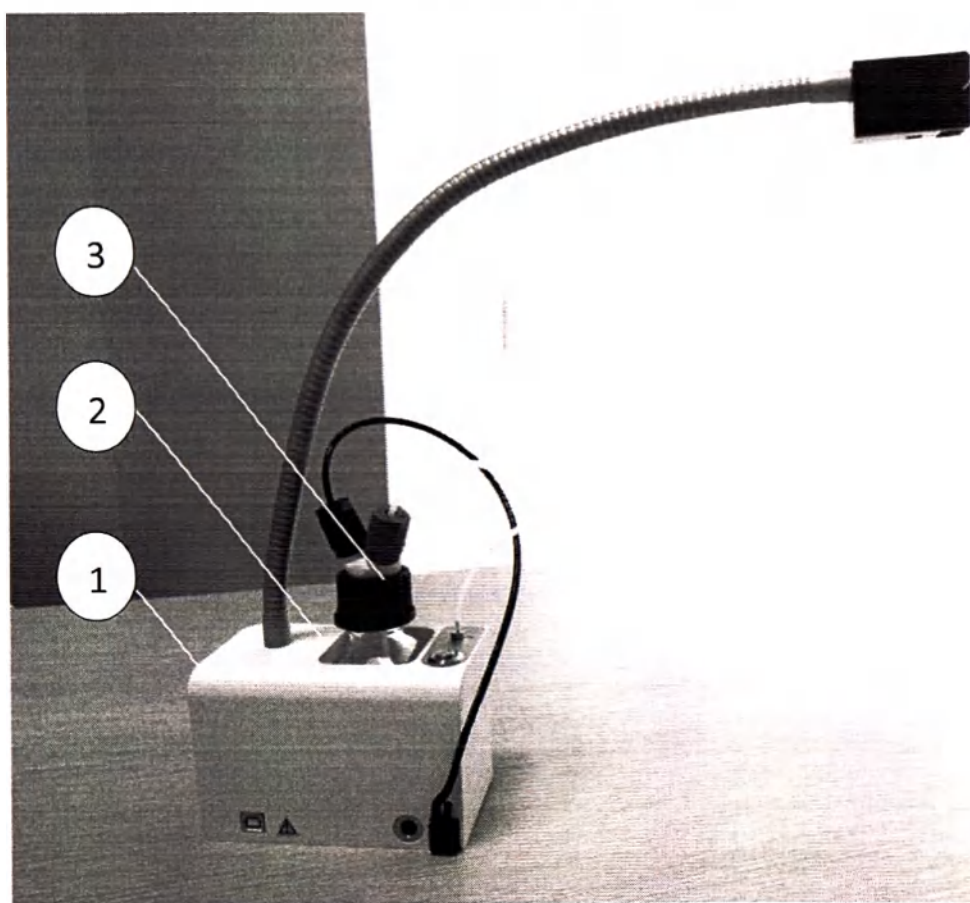
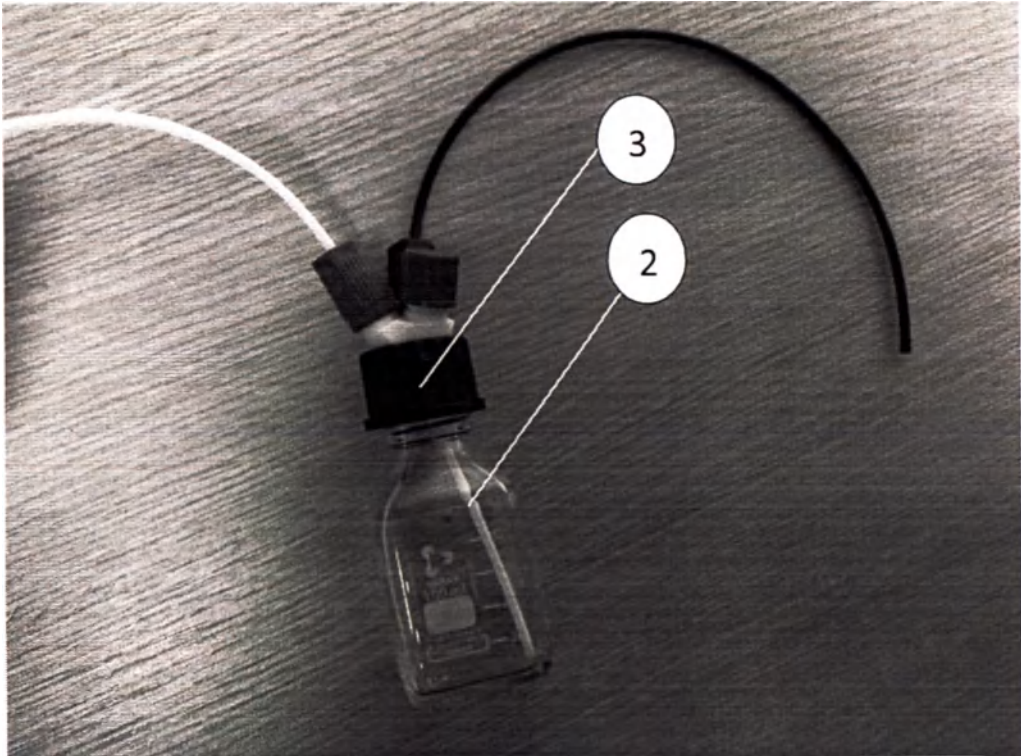

Рисунок 100 - Система подачи иммерсионного масла
Рисунок 101 – ② бутылка для иммерсионного масла и ③ крышка-распределитель с трубками для бутылки
- 1) Податчик иммерсионного масла (поз. ①, Рисунок 100),
- 2) бутылка для масла (поз. ② Рисунок 100, поз. ② Рисунок 101),
- 3) крышка-распределитель с трубками для бутылки (поз. ③ Рисунок 100, поз. ③ Рисунок 101),